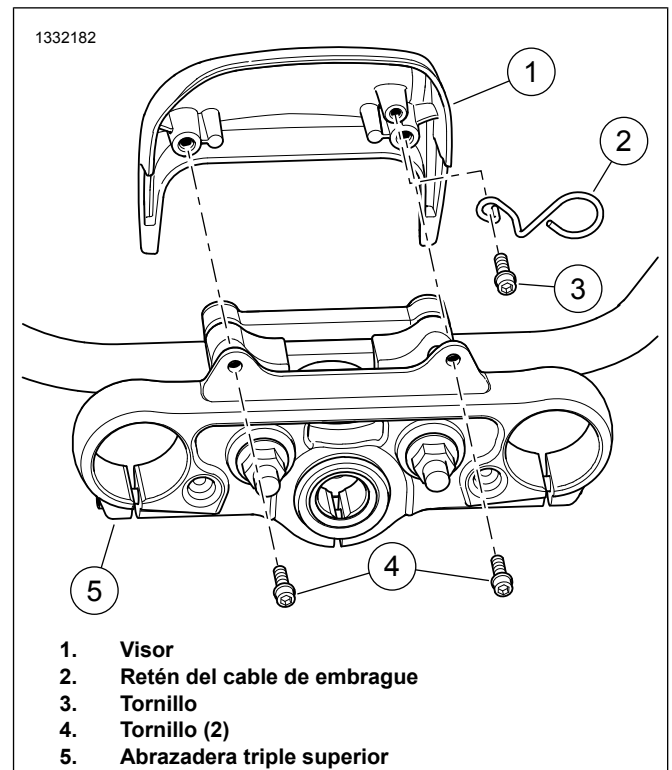

Figura 3. Visor FXLR
1. Figura 3 Quite los tornillos (4) de la abrazadera triple superior (5).
2. Quite el visor (1).
3. Quite el tornillo (3) y el retén del cable de embrague del equipo original.
4. Instale el retén del cable de embrague (2) del kit.
5. Instale el tornillo (3). Ajuste.